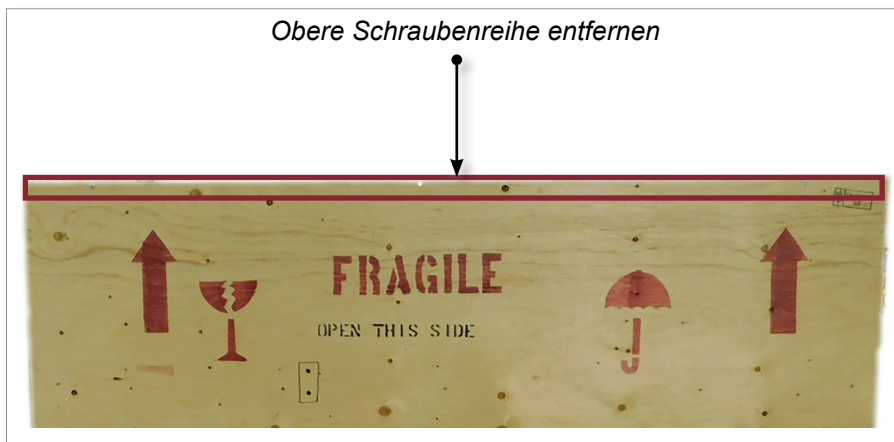

Abbildung 3-6 Obere Schraubenreihe entfernen
2. Entfernen Sie die obere Reihe von Schrauben von der langen Seite der Kiste. Siehe Abbildung 3-6.